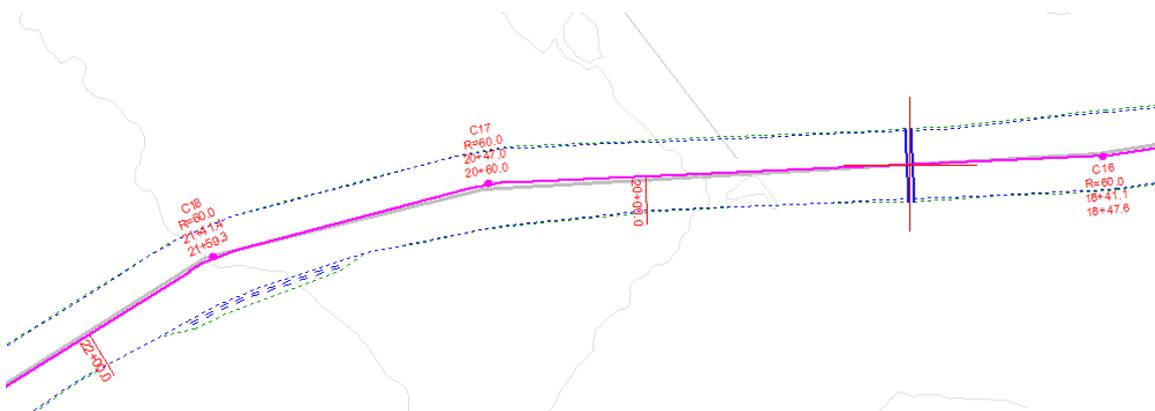

Figura 21-6: Etiquetas de Información de Curvas
7. Presione *OK* para retornar al cajón de diálogo *Opciones de Perfil*. Esto deberá aparecer como en la figura de abajo Figura 21-6.